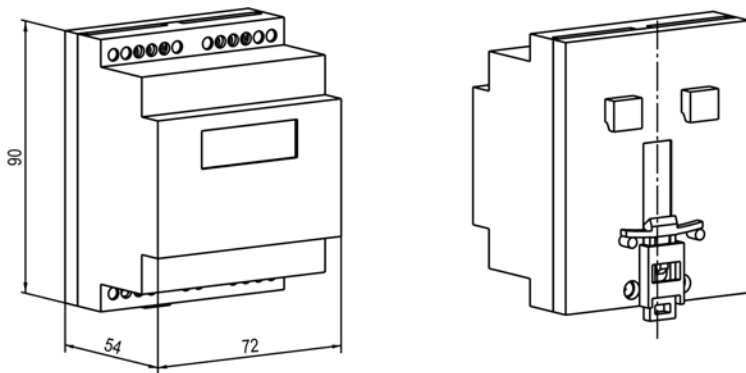

Рисунок 4.10 – Габаритные размеры корпуса Д
1. Подготовить место на DIN-рейке для установки прибора (см. рисунок 4.10).